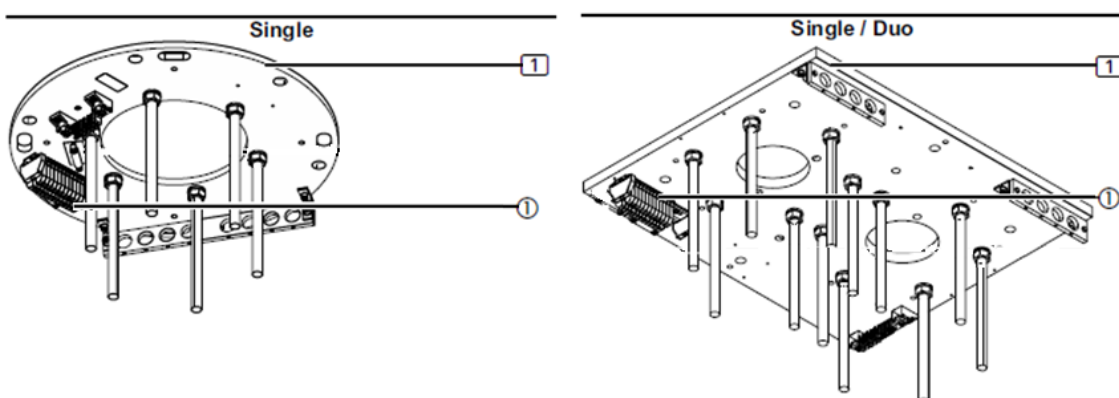

Fig. 25 Connexion des câbles d'alimentation sur la carte d'interface
La figure 25 montre une illustration simplifiée de la carte d'interface (1) sans bras d'extension ni câbles, etc. Le câblage doit toujours commencer par les fils de mise à la terre de l'équipement.